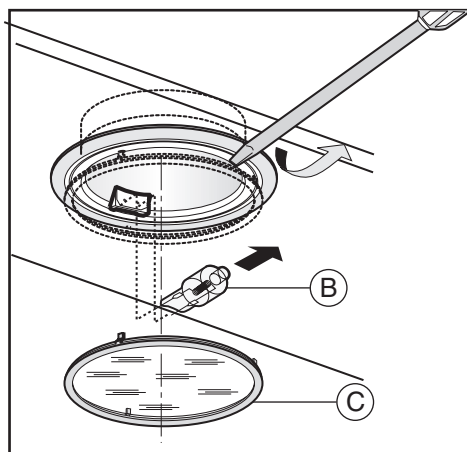

Fig.6
• **Remplacement des lampes halogènes** (Fig.6)